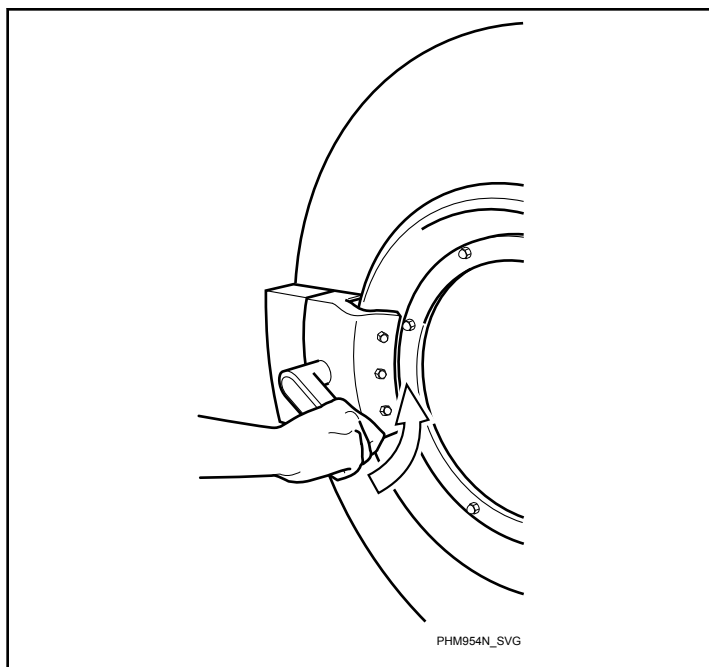

Figura 42
4. Feche a porta girando a maçaneta no sentido anti-horário. Consulte a *Figura 42*.